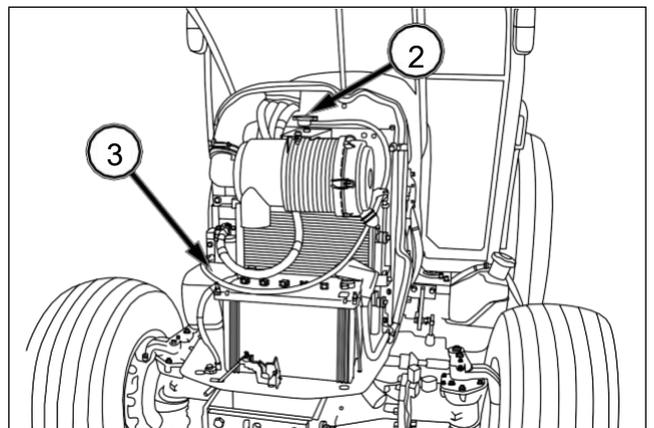

FIG. 204
FIG. 204: Cierre firmemente el tapón del radiador (2) y el tapón del vaso de expansión. Arranque el motor y hágalo girar durante unos 5 minutos a régimen medio (aprox. 1500 r. p. m.). Después, detenga el motor.